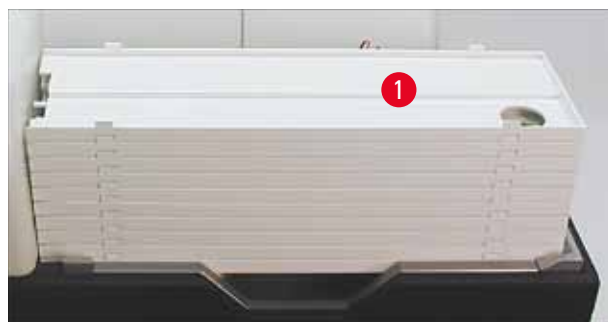

Fig. 38
1. Coloque uma pilha de bandejas (→ "Fig. 38-1") na mesa de elevação da estação de descarga (→ "Fig. 38").